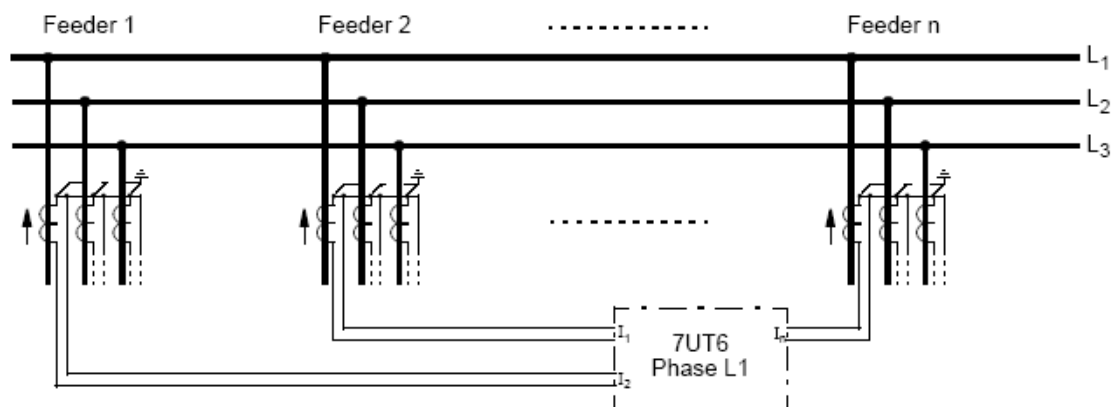

图2-39 单相母线保护，以L1相为例说明
1. 每一相用一个7UT6（图2-39）。所有母线出线的每相连接到该相的专用装置。